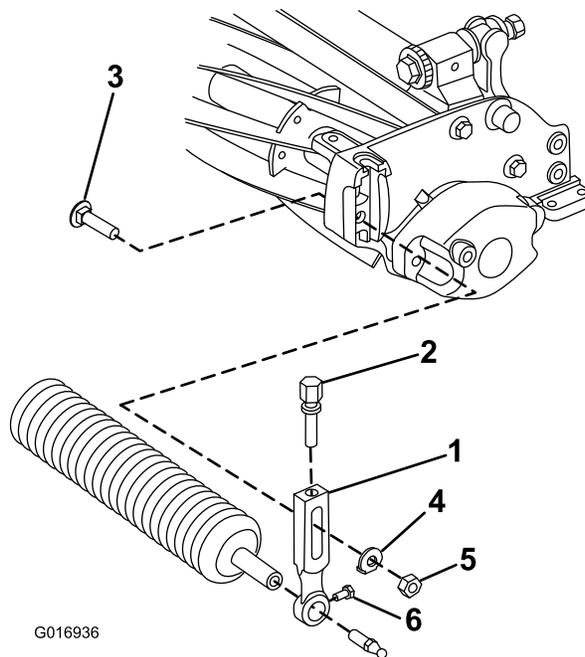

Рисунок 10
5. Чтобы снять передний валик в сборе, выполните следующие действия. См. Рисунок 10